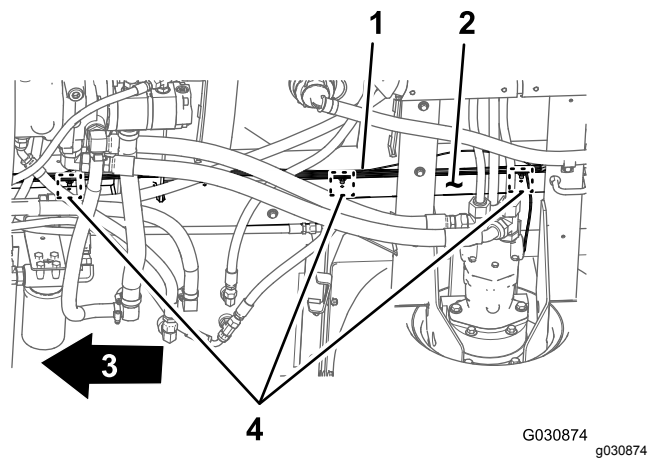

Figura 112
3. Passe a secção com 165 cm e a secção com 203 cm da cablagem elétrica para a frente ao lado do tubo da estrutura direito (Figura 112).
4. Insira os fixadores serrilhados da secção com 203 cm da cablagem traseira nos orifícios no tubo da estrutura direito (Figura 112) onde existiam os fixadores da cablagem velha; consulte o passo 3 em Desligar a cablagem dianteira e traseira (página 19).